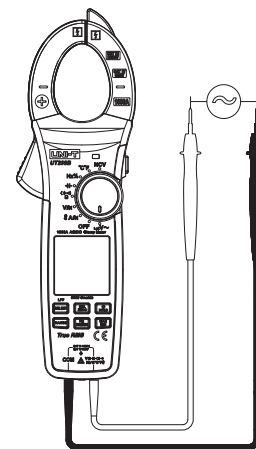

Рис. 8
6. Измерения с низким импедансом (LoZ) (Рис. 8)